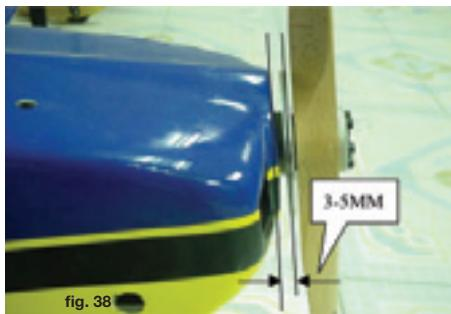

fig. 38
Make sure the engine drive hub has a spacing of at least 3-5mm with the motorcowling end, see fig. 38. Screw the cowling in place.
*Zorg ervoor dat de motoraandrijving ten minste 3-5mm spatie heeft t.o.v. het voorste van de motorkap, zie fig. 38.
*Assurez-vous de laisser un espace de 3 à 5mm entre le capot et le plateau d'hélice, voir fig.38.
*Überprüfen Sie das die Befestigungsplatte des Luftschaubes 3 bis 5mm vom Motorhaube angebracht wird, sehe Abb. 38.